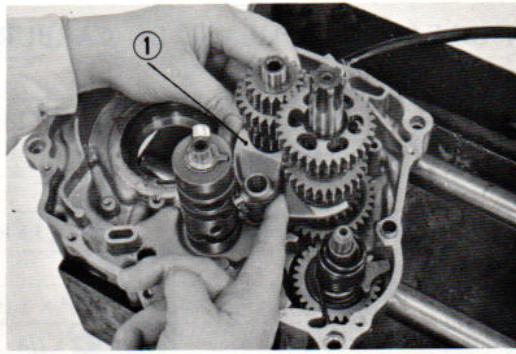

Fig. 95
6) Reposer la fourchette centrale par le même procédé. (Fig. 95)